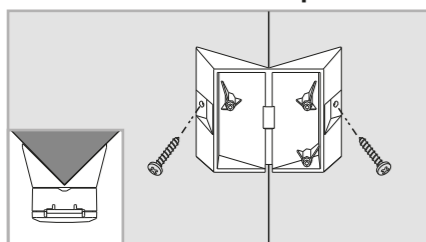

FIG.8
3.3.3.1 Fije el soporte en la esquina con dos tornillos (ver FIG.8).